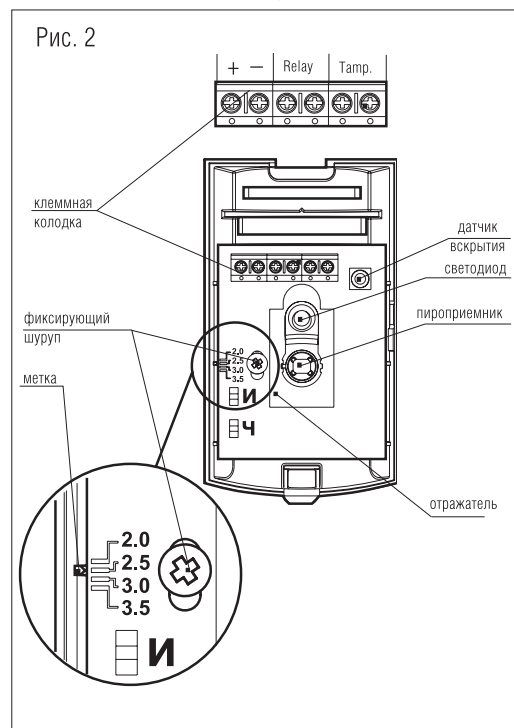

Рис. 2
- Ослабить шуруп, фиксирующий крепление платы, сопоставить метку с риской, соответствующей высоте установки (рис.2). Это обеспечит дальность действия извещателя (12±0,1) м. Уменьшение дальности действия путем смещения платы выше необходимой отметки недопустимо. Это приводит к потере заданной устойчивости к движению животных.
6. Подключить провода к клеммной колодке (рис. 2) и установить крышку (рис. 7).